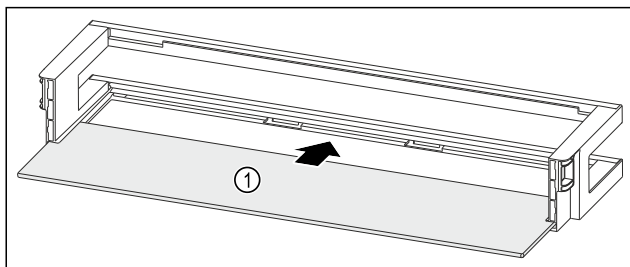

Fig. 129 Дверная полка со съемной полкой
- Вдвиньте съемную полку Fig. 129 (1) в боковые пазы.